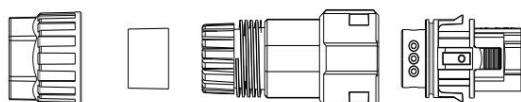

FIG.3 Componentes do conector
- Esquema do conector, conforme FIG.3.
1) Esquema do conector, conforme FIG.3.
Porca de pressão Anel de vedação Manga rosqueada FIG.3